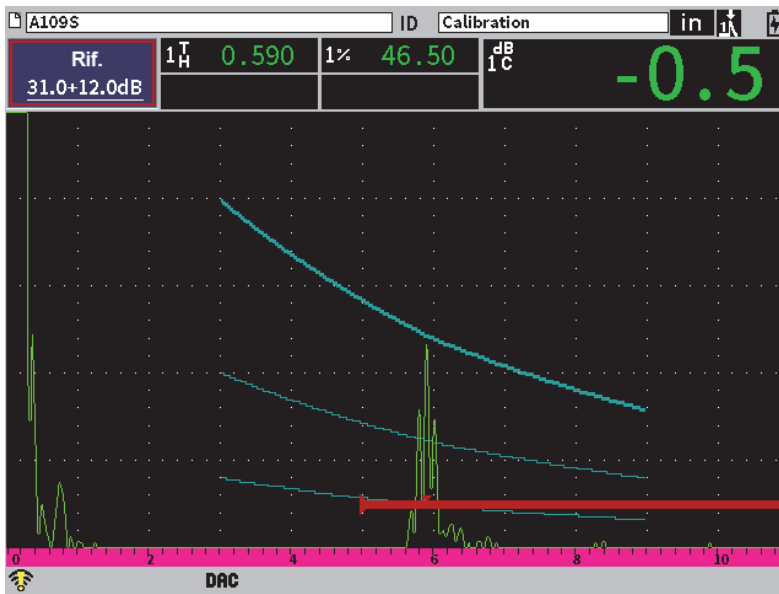

Figura 11-6 Curva DAC completata
9. Ripetere i punti 6, 7 e 8 fino a quando si è terminata la creazione della propria curva (vedere Figura 11-6 a pagina 184).